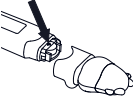

Figura 4
- Estrarre delicatamente la scheda di circuito in plastica con la camera della batteria di circa 1 cm (leggermente meno di 1/2") (Figura 4).